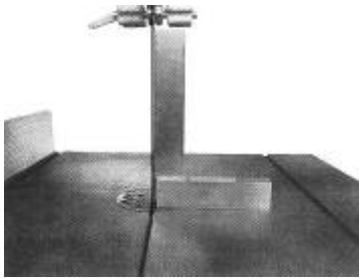

Рисунок 10.
**Точная установка перпендикулярного положения стола относительно ленточного полотна (см. рис. 10,11).**